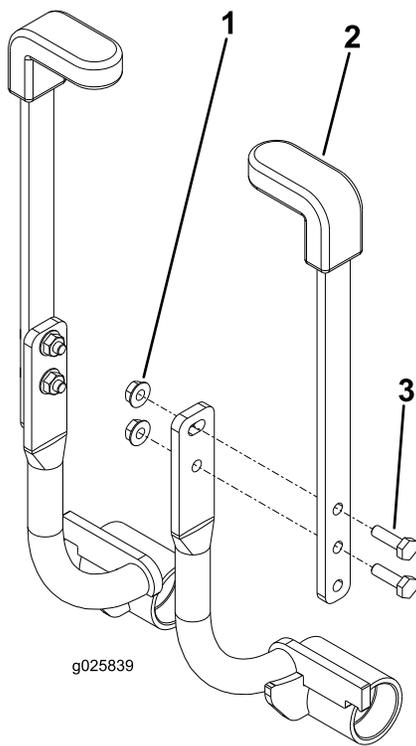

Figure 4
17. Retirez les vis à tête hexagonale (1/4 x 7/8 po), les écrous à embase dentelée (1/4 po) et les poignées (Figure 4).
18. Montez les leviers de commande prolongés au moyen des fixations retirées à l'opération 17 (Figure 4).